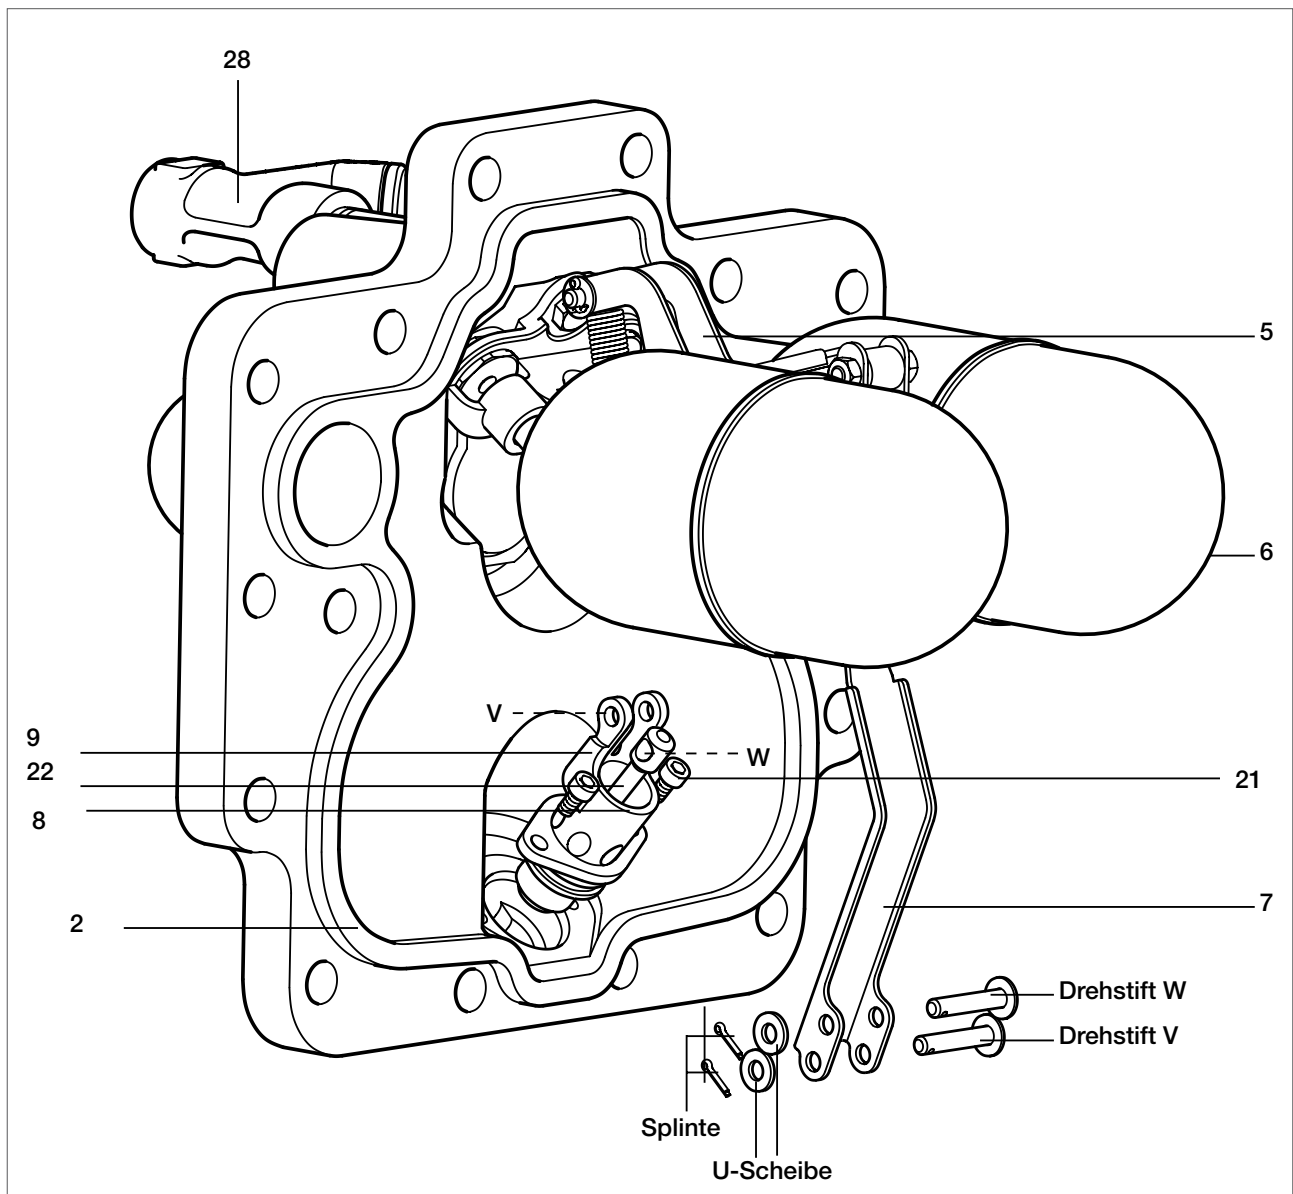

Bild 20
2. Splinte und U-Scheiben und Drehstift V (am unteren Schwimmerhebel oben) sowie Drehstift W (am unteren Schwimmerhebel unten) entfernen (siehe Bild 20).
3. Die Schwimmer mit Schwimmerhebeln (5, 6, 7) wie in Bild 20 gezeigt vom Deckel wegschwingen.
4. Die beiden Zylinderschrauben M5 mit Innensechskant 4 mm (21) lösen.
8. Die beiden Zylinderschrauben mit Innensechskant (21) mit einem Anziehmoment von 5 Nm anziehen.
9. Den Schwimmerhebel (7) mittels neuen Drehstiften (V, W), neuen U-Scheiben und neuen Splinten wieder an der Ventileinheit (9, 22) anbringen.
11. Dichtflächen im Gehäuse für die Deckel-Dichtung sorgfältig säubern. Beim Wiederausammenbau nur neue Dichtungen (2) verwenden. Deckel mit Mechanismus vorsichtig ins Gehäuse einführen. Sicherstellen, dass die Dichtung gut im gesamten Umfang an der Dichtfläche des Gehäuses anliegt. Hierzu die Dichtung zunächst im unteren Bereich des Gehäuses in die Dichtfläche drücken, den oberen Bereich erst andrücken, wenn die Dichtung im unteren Bereich gut anliegt.